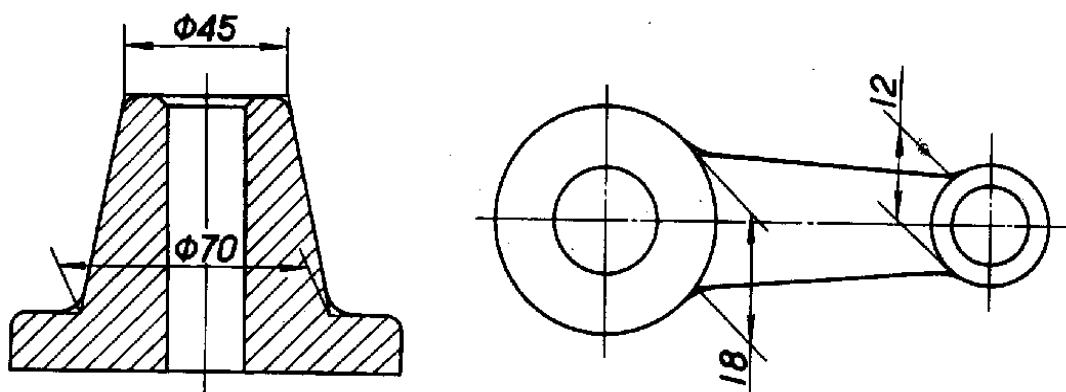

图 20
2.3.3 尺寸界线一般应与尺寸线垂直，必要时才允许倾斜（图20）。
2.3.4 在光滑过渡处标注尺寸时，必须用细实线将轮廓线延长，从它们的交点处引出尺寸界线（图20）。